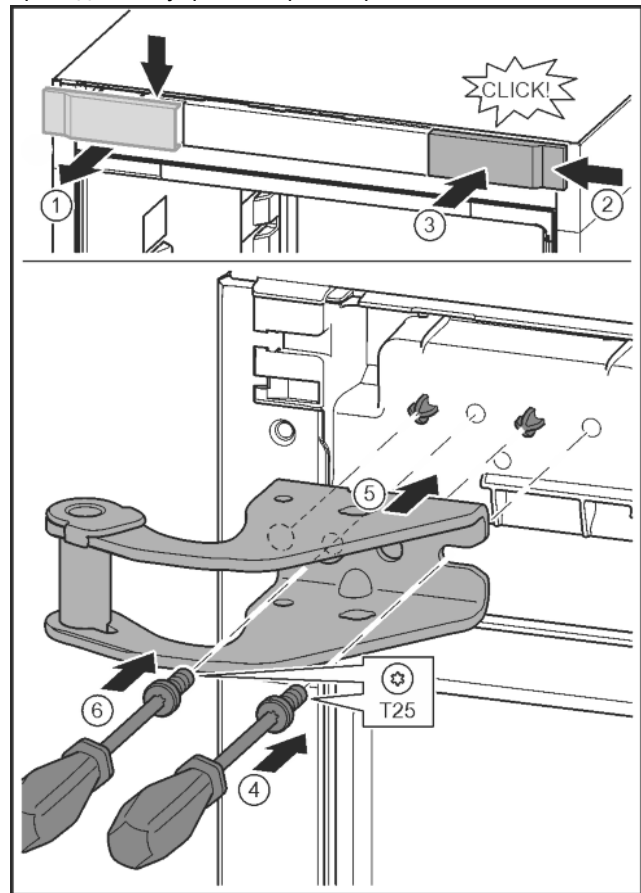

Fig. 11
- ▶ Отпустить крышку и снять боку. Fig. 11 (1)
- ▶ Навесить крышку, повернув ее на 180°, справа с другой стороны. Fig. 11 (2)
- ▶ Крышку зафиксировать. Fig. 11 (3)
- ▶ Установить винт отверткой T25. Fig. 11 (4)
- ▶ Установить верхний опорный кронштейн. Fig. 11 (5)
- ▶ Затянуть винт. Fig. 11 (4)
- ▶ Вставить и затянуть винт отверткой T25. Fig. 11 (6)